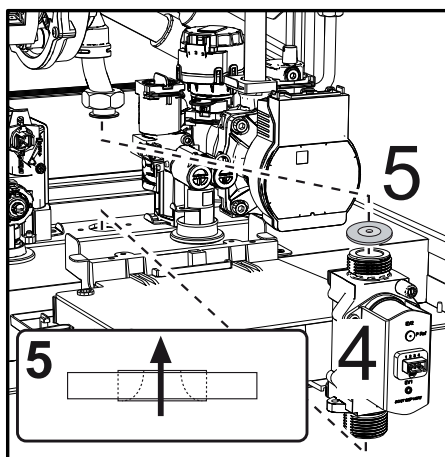

fig. 46
- Extraiga la válvula de gas "4" y el diafragma de gas "5" (fig. 46).